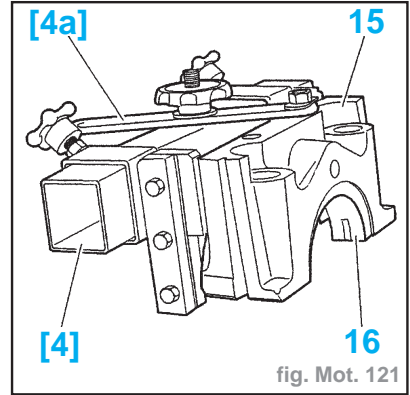
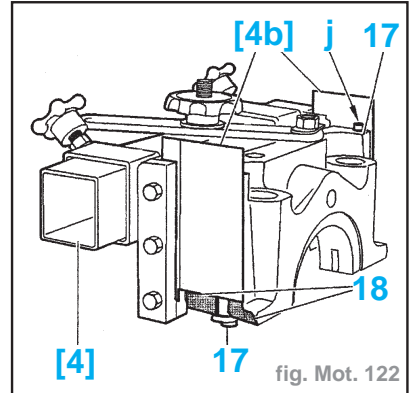

fig. Mot. 121
fig. Mot. 122
- Placer l'outil [4] (-).0153-A sur le chapeau de palier n°1 (15) (fig. Mot. 121) :
- Mettre en place le coussinet (16) sur le chapeau de palier.
- Placer les joints latéraux (17) dans la gorge du chapeau de palier avec le minimum de dépassement en "j" (fig. Mot. 122).
- Placer les clinquants [4b] sur l'outil [4] au-dessus du talon (18) de chapeau de